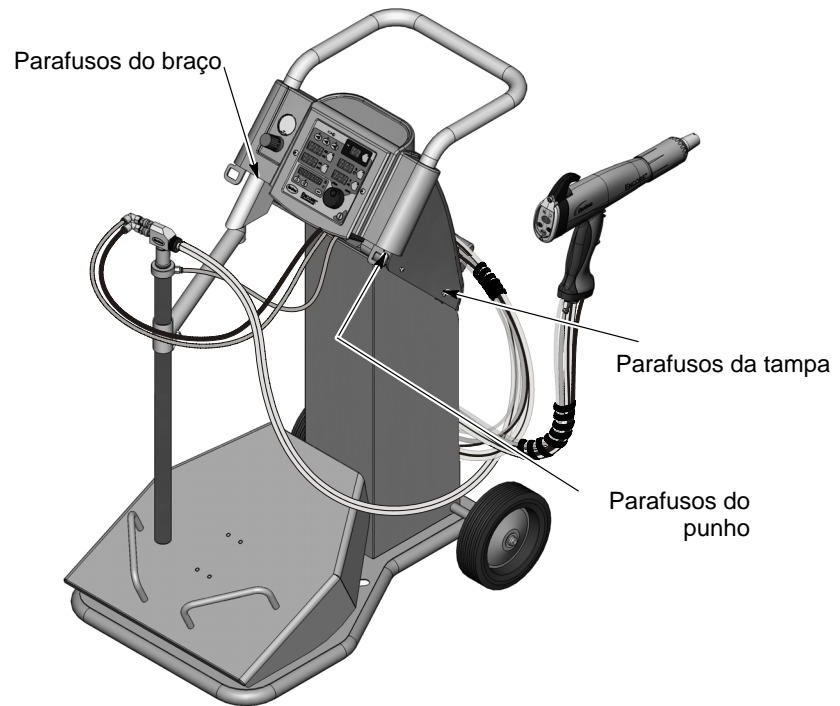

Figura 5-20 Substituição do conjunto do braço
1. Consulte a figura 5-20. Para remover o conjunto de braço antigo, remova dois parafusos de cada lado da base do punho e, depois, remova o punho.